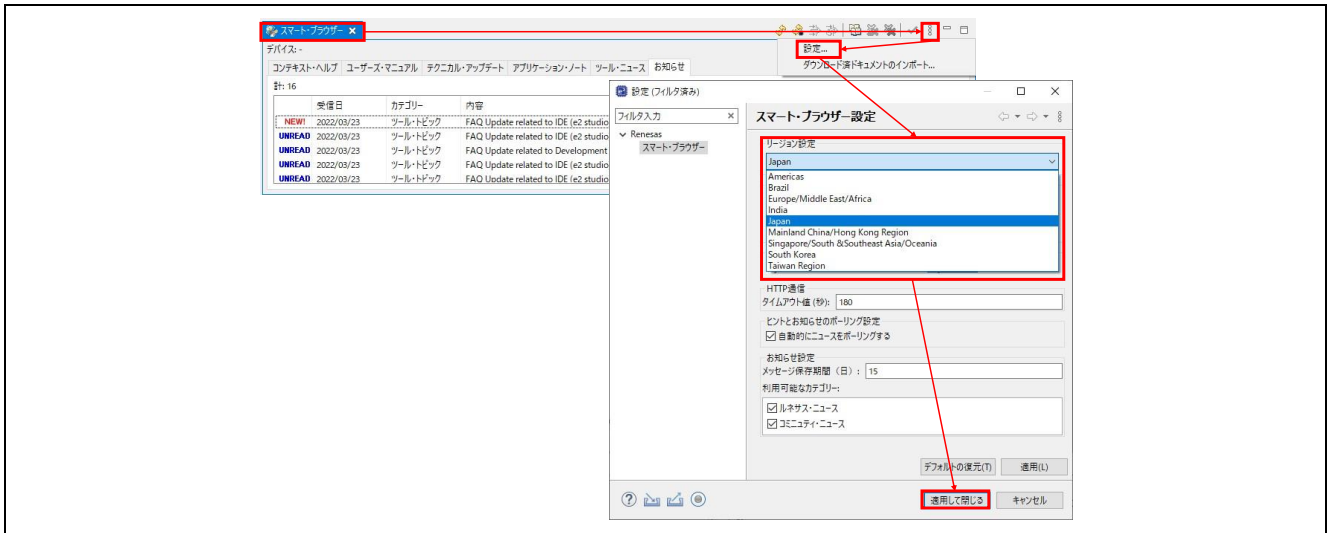

図 3-4 リージョンの設定
#### ■ ACMLP の「DAC8 channel 0 output」を選択した場合(図 3-4 の①)
- 図 3-4 の(A)で Vref を選択した場合
- ACMLP0 を「Disable」に選択した場合(図 3-4 の(D))
- 図 3-4 の(B)で IVREF0 を選択、図 3-4 の(C)で Vref を選択、かつ ACMLP1 を「Enable」に選択した場合(図 3-4 の(E)を Enable に設定)
上記 ACMPLP0 の設定では図 3-4 の①の設定が無効となります。そのため、図 3-4 の①を「DAC8 channel 0 output」から「CMPREF0」に変更してください。
■ ACMPLP の「DAC8 channel 1 output」を選択した場合(図 3-4 の②)
- 図 3-4 の(B)で IVREF0 を選択した場合
- 図 3-4 の(C)で Vref を選択した場合
- ACMPLP1 を「Disable」に選択した場合(図 3-4 の(E))
上記 ACMPLP1 の設定では図 3-4 の②の設定が無効となります。そのため、図 3-4 の②を「DAC8 channel 1 output」から「CMPREF1」に変更してください。